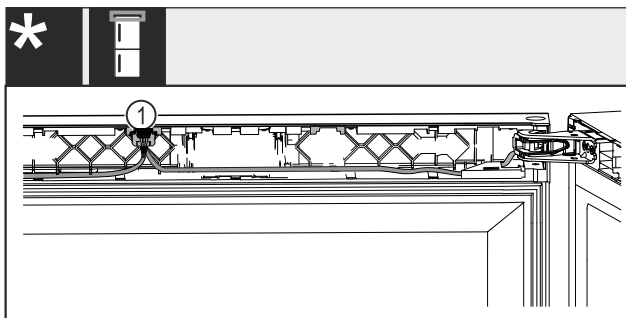

Fig. 50 Wein-Gefrier-Kombinationen\*
- ▶ Stecker Fig. 50 (1) in die Führung einrasten.\*